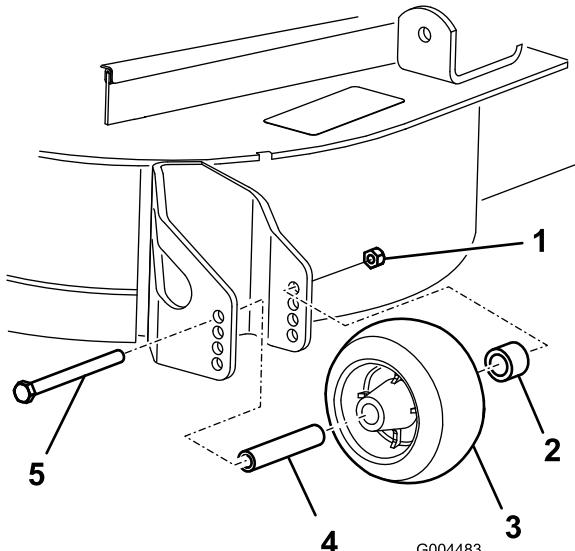

Figure 26
3. Après avoir réglé la hauteur de coupe, réglez les galets en retirant l'écrou à collet, la bague, l'entretoise et le boulon (Figure 26).
5. Posez l'écrou à embase, la bague, l'entretoise et le boulon. Serrez à un couple de 54 à 61 Nm (Figure 26).